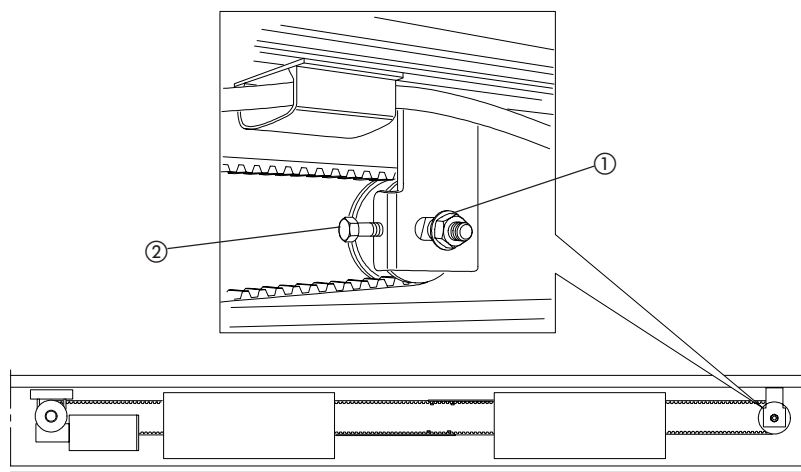

fig. 33
•Allentare il dado (fig. 33 rif. ①).
•Avvitare il bullone (fig. 33 rif. ②) per tendere la cinghia oppure svitarlo per allentarla.